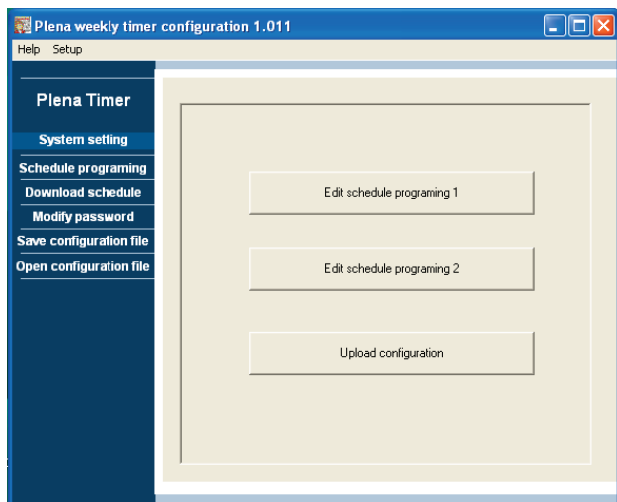

рисунок 8.13: Кнопки программирования и загрузки
- 1 Из главного меню щелкните по кнопке Schedule programming. Появится следующее окно (см. рисунок 8.13).